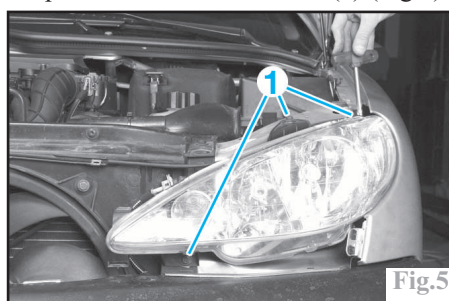

Fig.5
Déposer les 3 vis de fixation (1) (Fig.5)